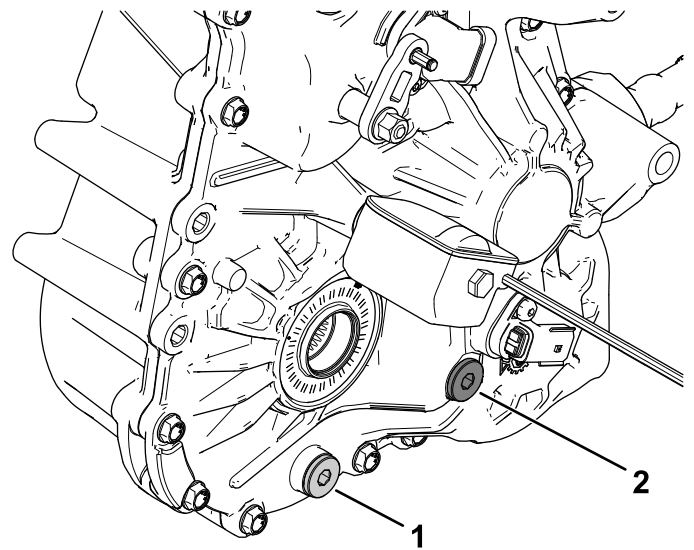

Figura 104
4. Togliete il tappo di riempimento sul transaxle (Figura 104).
5. Se il livello del fluido è basso, togliete il tappo di riempimento e aggiungete il fluido specificato finché non fuoriesce (Figura 104).
1. Allineate una bacinella di spurgo sotto il tappo di spurgo (Figura 104).
2. Togliete il tappo di riempimento (Figura 104).
3. Rimuovete il tappo di spurgo e lasciate che il fluido venga spurgato completamente (Figura 104).